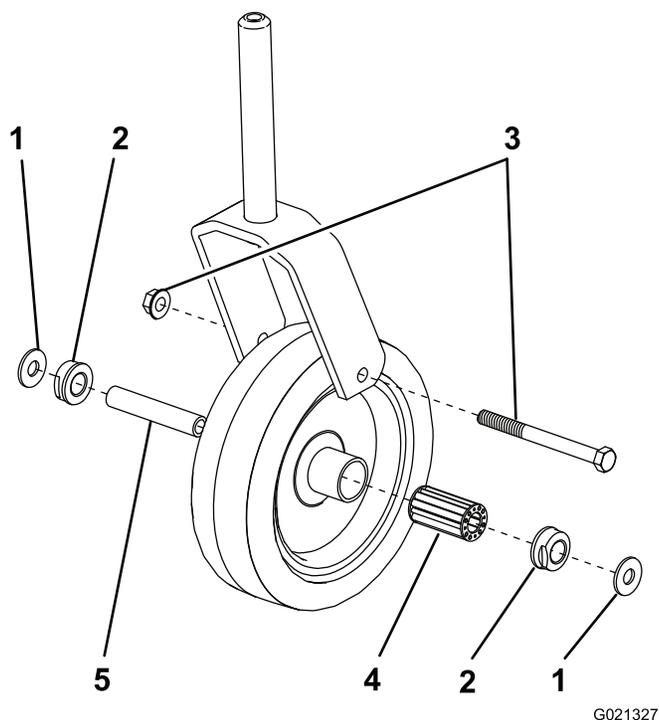

図 26
2. ホイールのハブからスパンナブッシュを取り出す【図 26】。
1. キャスタホイールをキャストフォークに保持しているキャップスクリューとワッシャ2枚を外す【図 26】。
3. ホイールのハブからブッシュを外すとベアリングが落ちてくる【図 26】。ホイールハブの反対側からもブッシュを外す。